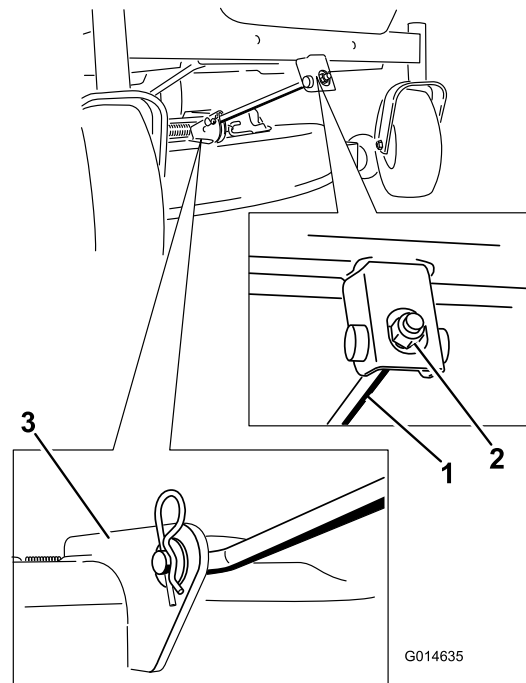

Bild 69
5. Entfernen Sie den Splint von der vorderen Stützstange und nehmen Sie die Stange aus der Mähwerkhalterung (Bild 69).
8. Befestigen Sie die vordere Stützstange mit den Lastösenbolzen und Splints am Mähwerk (Bild 69).